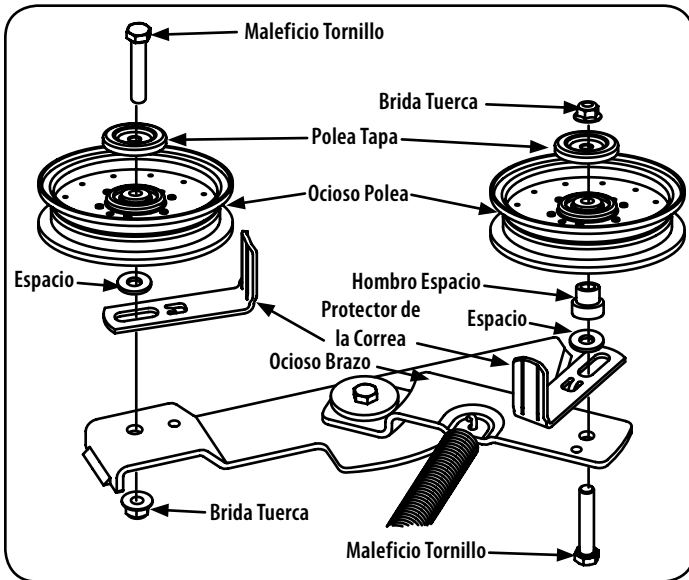

Figura 38
- d. Coloque la correa alrededor de las poleas locas que quitó en el paso 3 con el lado "V" hacia adentro. Una vez en su lugar, vuelva a instalar todo el hardware y apriete la tuerca de seguridad con brida para fijar el conjunto. Ver Figura 38.
- e. Coloque la correa como se muestra en la Figura 38 y vuelva a instalar la cubierta (consulte Instalación de la plataforma)